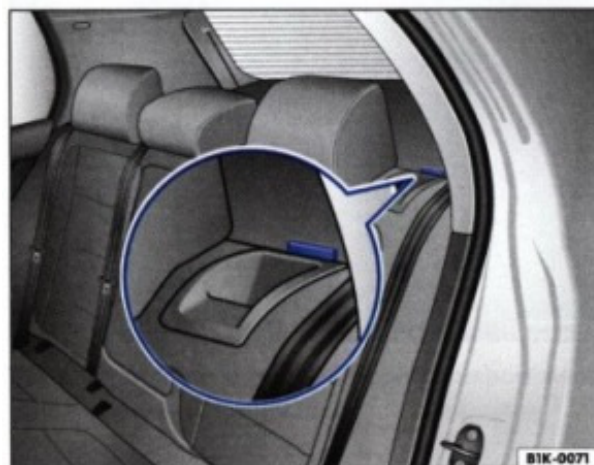

Fig. 64 Blocarea spătarului banchetei din spate
– Pliți spătarul în spate și apăsați-l ferm în elementul de blocare. Marcajul de culoare roșie nu trebuie să se vadă ⇒ fig. 64.